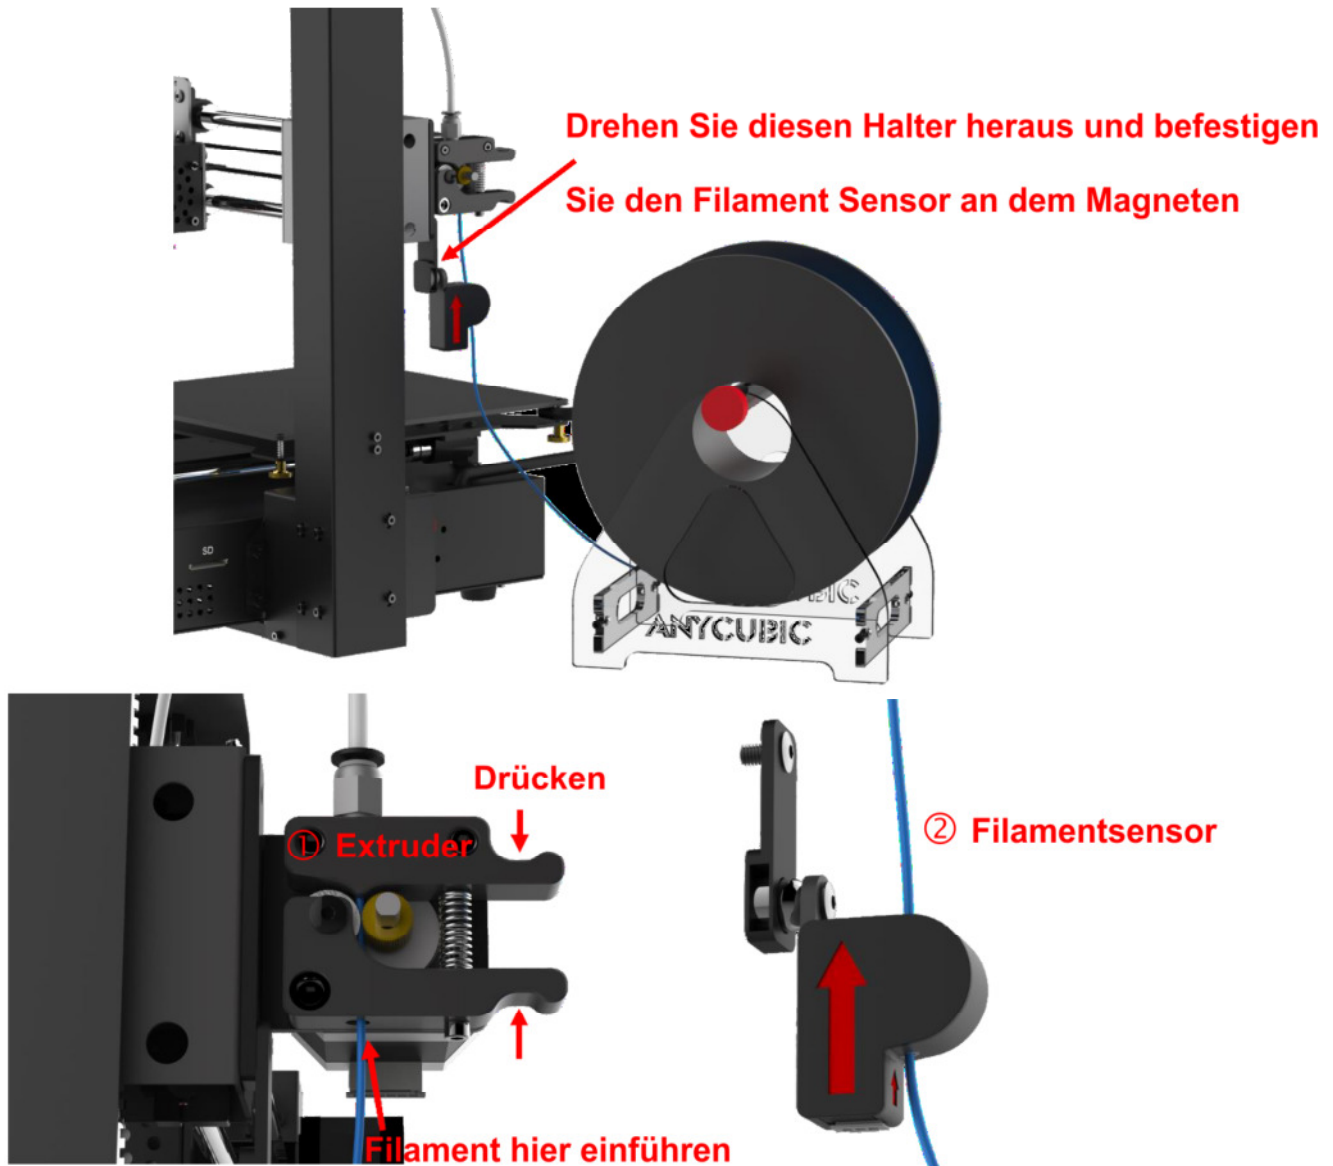

Abbildung 6
- (2) Bringen Sie die Filamentrolle wie in **Abb. 6** gezeigt, am Spulenhalter an. Führen Sie das Filament durch den Filamentsensor. Schieben Sie nun das Filament in den Extruder und den Teflonschlauch, aber noch nicht vollständig in den Druckkopf (bis der später vorgewärmt wird).
- **Nun, während die Temperatur ansteigt, führen Sie das Filament bitte manuell durch den Teflonschlauch bis zum Druckkopf (Hotend) (Siehe vorherige Abb. 6).**